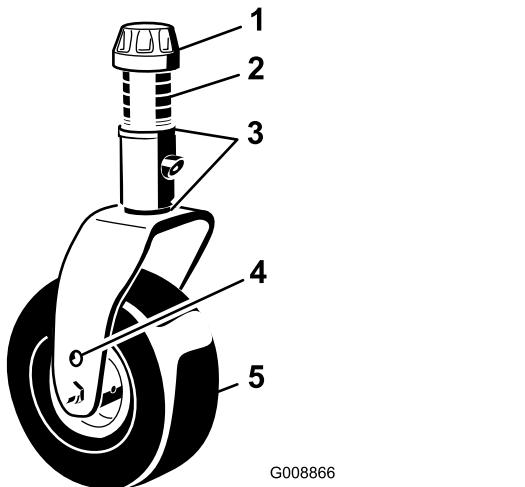

Figure 18
3. Enlevez le chapeau de tension de l'axe de pivot (Figure 18) et sortez l'axe du bras pivotant. Replacez les 2 cales (3 mm) sur l'axe de pivot comme à l'origine. Ces cales sont nécessaires pour que les plateaux de coupe soient parfaitement de niveau sur toute la largeur. Placez le nombre requis d'entretoises de 13 mm (voir le tableau ci-dessous) sur l'axe de pivot pour obtenir la hauteur de coupe voulue, puis ajoutez la rondelle.